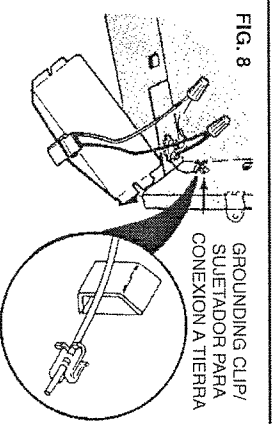

FIG. 8
1. Feed electrical power cable through open knockout in corner of housing and attach with appropriate connector. Allow 6" of wire inside of housing. (FIG. 8)
2. Connect black to black, white to white. Use grounding clip to attach green or bare wire to housing. Replace wiring cover. (FIG. 8)
1. Pase el cable de potencia por la abertura del disco removible que se sacó de la esquina de la caja, y conecte con el conector adecuado. Deje 15,24 cm (6") de cable dentro de la caja. (FIG. 8)
2. Conecte negro a negro, blanco a blanco. Use el clip de tierra para conectar el cable verde o descubierta a la caja. Coloque de nuevo la cubierta del cableado. (FIG. 8)